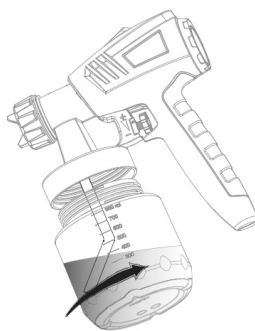

Рис. 4
- При работе с горизонтальными предметами направьте трубку вперед (рис. 4).